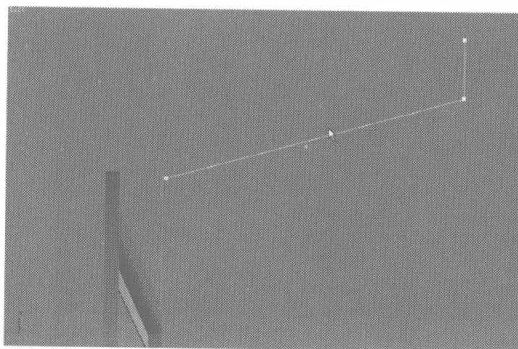
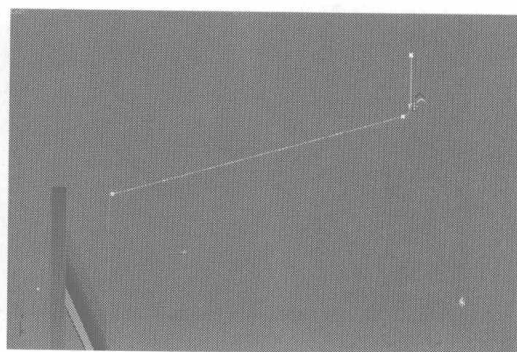

图 7.255
图 7.256
- 22** 单击 ，进入创建面板，单击 按钮，选择 **Splines** 类型，单击 **Line** 按钮，在 Left 左视图绘制出如图 7.255 所示图形。在 控制面板下的 **Geometry** 卷展栏中单击 **Fillet** 按钮，对照图 7.256 所示的位置，按住鼠标移动，制作一个内圆。